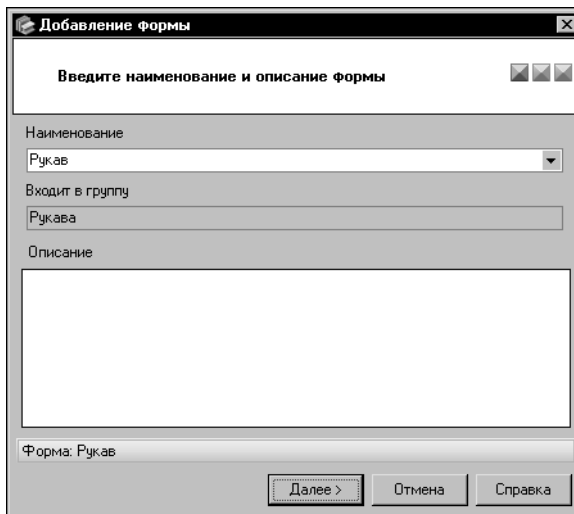

Рис. 6.14. Мастер добавления формы: шаг 1
7. В окне первого шага мастера (рис. 6.14) в поле **Наименование** введите наименование новой формы — *Рукав*.